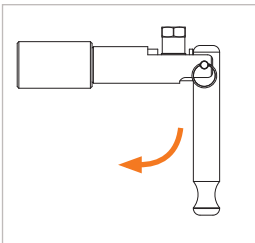

Abbildung 4
- ▶ Betätigen Sie den Spannhebel (Pos. 2) um 90° nach unten (*Abbildung 4*). Der Adapter zieht sich selbstständig an den Prüfling an und stellt eine druckdichte Verbindung her.